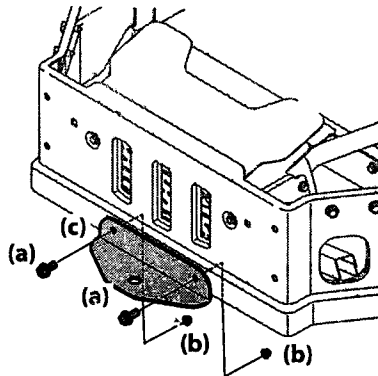

Figura 2-10
2. Coloque la ménsula de enganche como se indica en la Figura 2-10 y sujétela con los tornillos hexagonales con brida y las tuercas de seguridad con brida que se extrajeron en el paso 1.